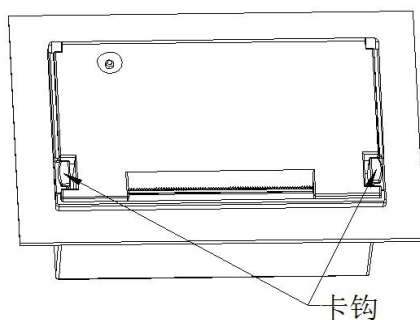

图 2-2
- (1) 如图 2-2 所示：捏住图中箭头所指的两个卡钩向外拽，打开打印机上盖。